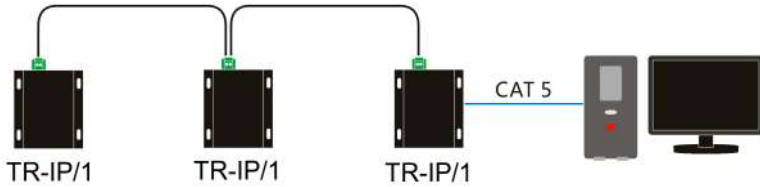

Рис. 8 Подключение TR-IP/1 для настройки
1. Подключите устройства к ПК (рис. 8);